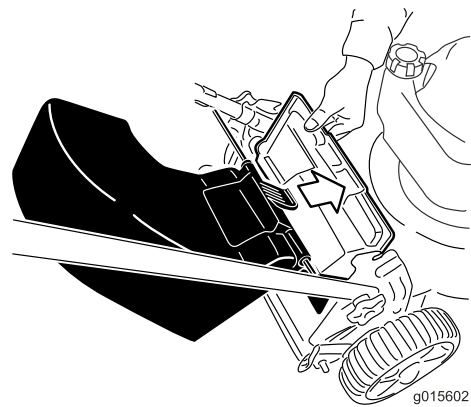

Рисунок 18
1. Поднимите задний отражатель (Рисунок 18).
2. Вставьте ручку мешка для травы в прорези на кронштейнах для ручки (Рисунок 18).